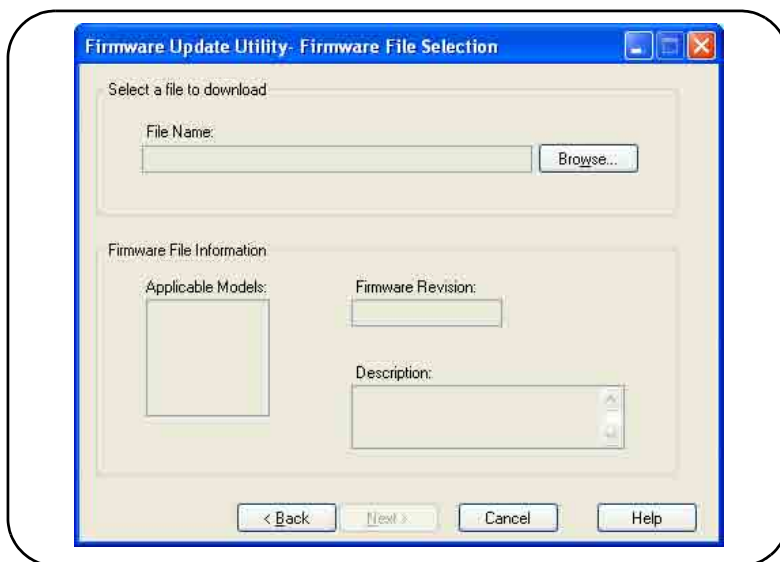

Figure 2-10. Sélection du chemin d'accès au fichier de mise à jour
2. Cliquez sur Next et, à l'aide du bouton Browse, indiquez le chemin d'accès au fichier du microprogramme (Figure 2-10). Une fois le chemin spécifié, le numéro de modèle de l'appareil est visible dans la fenêtre « Applicable Models », ainsi que le numéro de révision et la description de l'appareil. Sélectionnez Next.